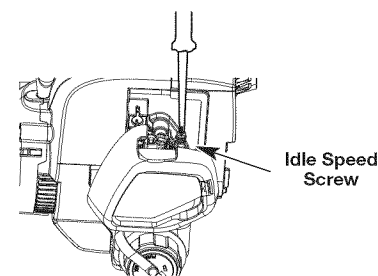

Fig. 27
La velocidad de marcha en vacío del motor se puede ajustar. Hay un tornillo de regulación de marcha en vacío entre la tapa del filtro de aire y la carcasa del motor de arranque (Fig. 27).
2. Suelte el gatillo del regulador y deje que el motor se mantenga en marcha en vacío. Si el motor se para, inserte un destornillador Phillips pequeño en el orificio de la cubierta del motor (Fig. 27). Gire el tornillo de mínima hacia adentro, en sentido horario, de a 1/8 de vuelta por vez (según sea necesario) hasta que el motor funcione en mínima suavemente.